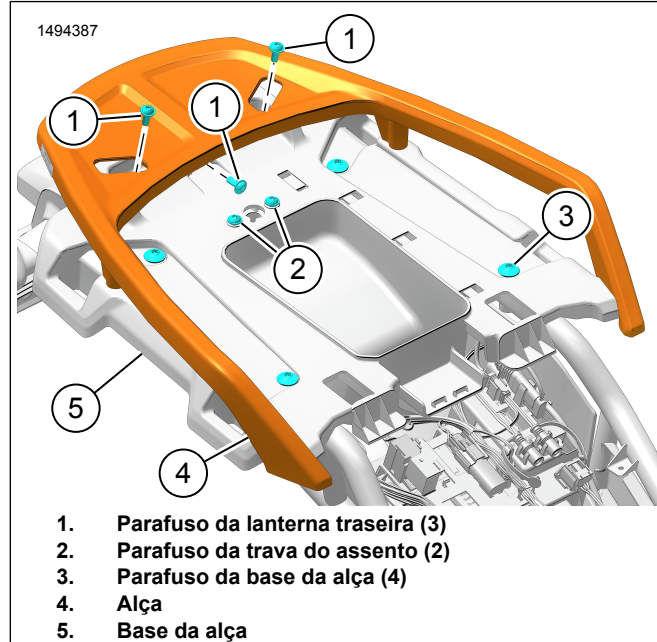
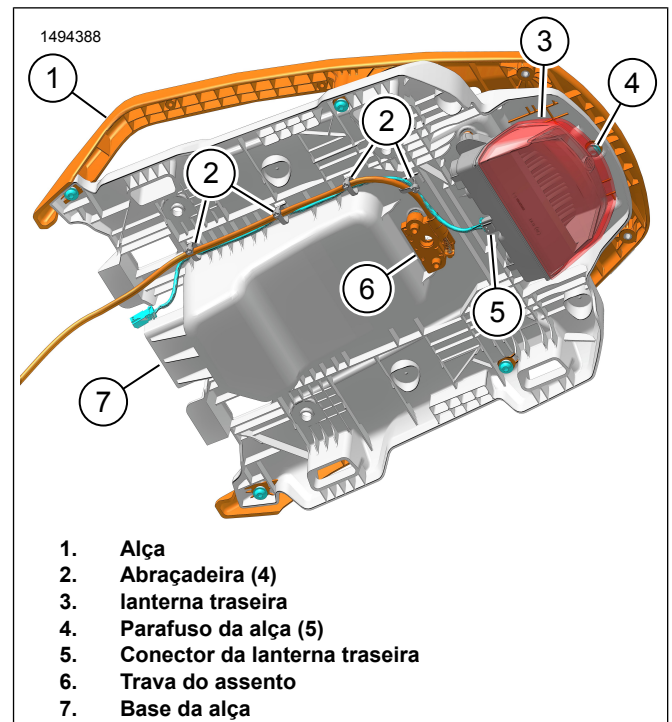
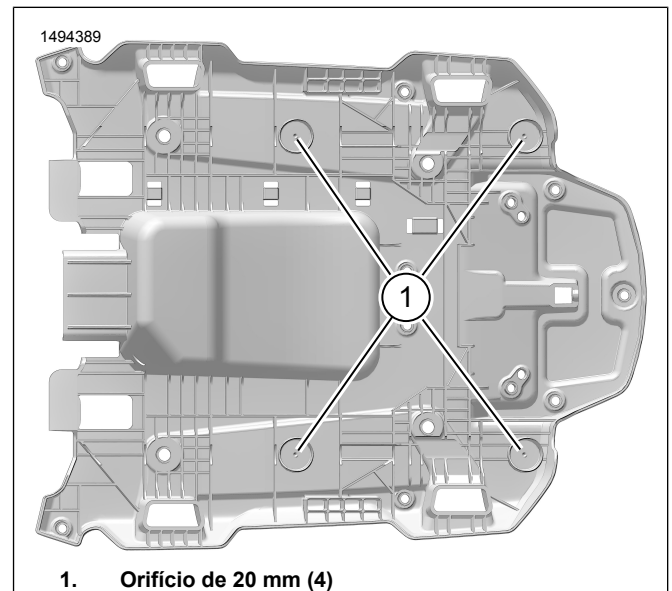

Figura 3. Suporte para mão
Figura 4. Desmonte a base da alça
Figura 5. Furos da base da alça
1. Veja a figura 3. Remova os parafusos da base da alça (3).
2. Veja a figura 4. Remova e descarte as abraçadeiras (2).
3. Veja a figura 4. Remova a lanterna traseira (3).
- a. Desconecte o conector da lanterna traseira (5)
- b. Veja a figura 3. Remova os parafusos (1).
4. Veja a figura 4. Remova a trava do assento (6).
- a. Veja a figura 3. Remova os parafusos da trava do assento (2).
5. Veja a figura 4. Remova a alça (1) da base da alça (7).
- a. Remova o parafuso da alça (4).
6. Veja a figura 5. Fure os orifícios de passagem (1).
1. Veja a figura 4. Instale a trava do assento (6).
2. Veja a figura 4. Instale a lanterna traseira (3).
- b. Conecte o conector da lanterna traseira (5)
- 3. Veja a figura 4. Roteie o cabo da trava do assento e o chicote de fios da lanterna traseira. Fixe com **novas** abraçadeiras (2).